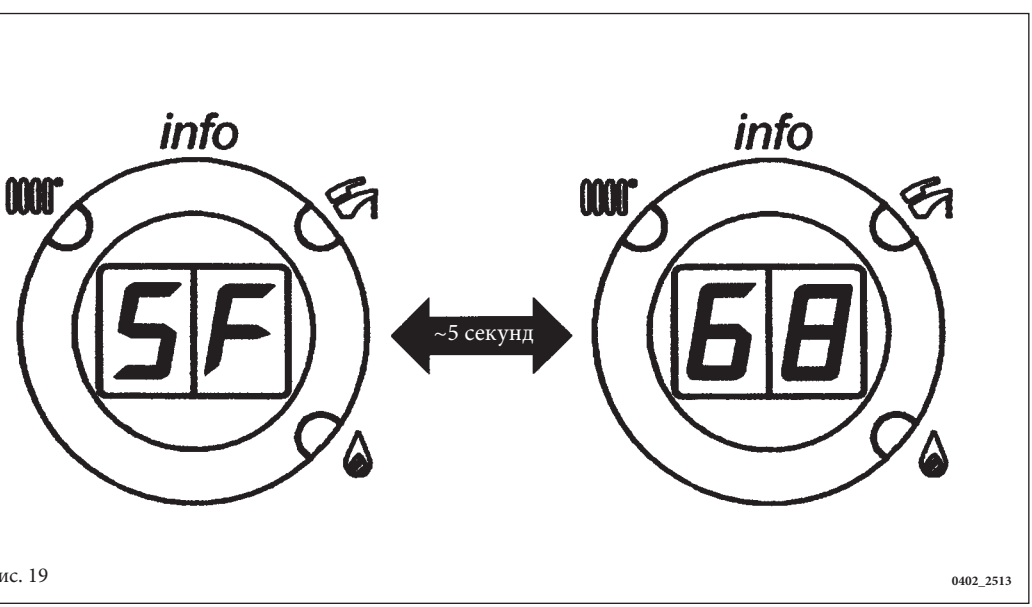

Рис. 19
**Внимание:** светодиодные индикаторы 2 и 3 (рис.1) поочередно мигают и на дисплее появляется надпись «SF», которую через 5 сек сменяет значение температуры на подаче котла (рис.19)